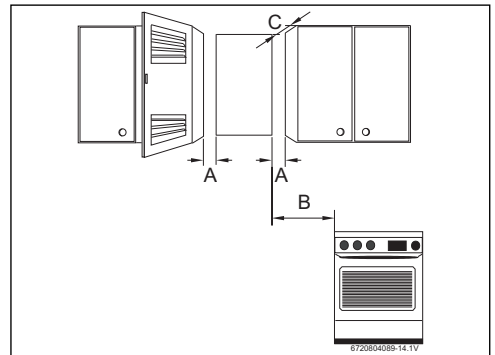

Fig. 19 Distancias mínimas
- ▶ Respetar las medidas mínimas de instalación indicadas en la Fig. 19.
- ▶ Garantizar un buen acceso para realizar los trabajos de mantenimiento respetando siempre las distancias mínimas indicadas en la Fig. 19.